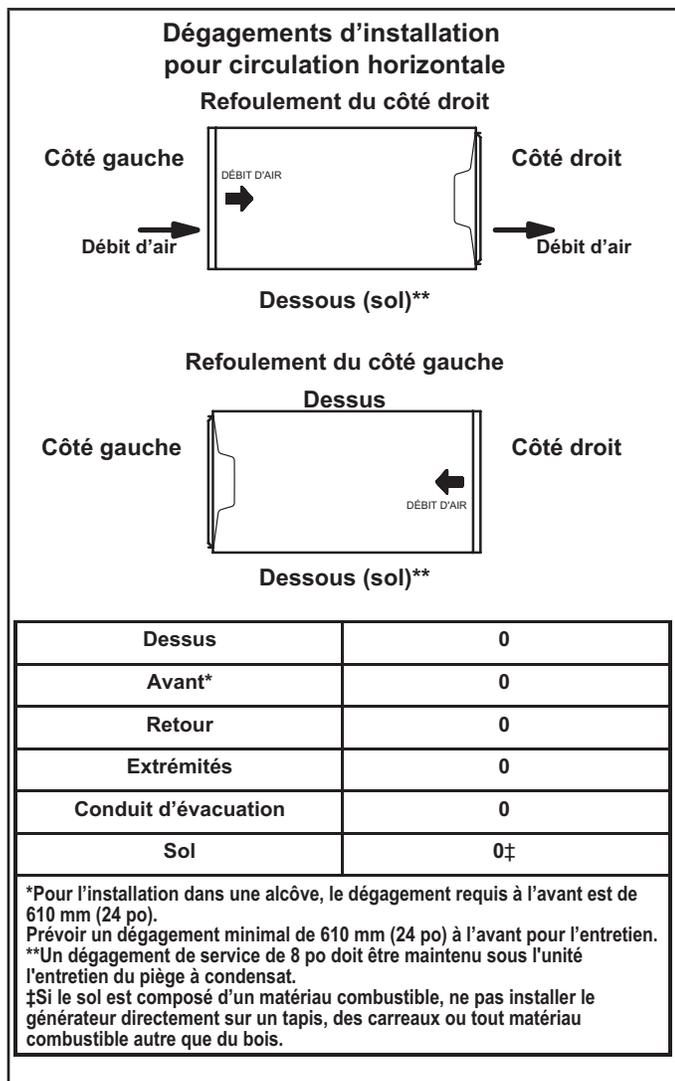

FIGURE 17
Voir la FIGURE 17 pour les dégagements prescrits pour les configurations horizontales.
- 1 - Sélectionner l'emplacement de l'unité en tenant compte des dégagements d'entretien et des autres dégagements nécessaires. Voir la FIGURE 17.